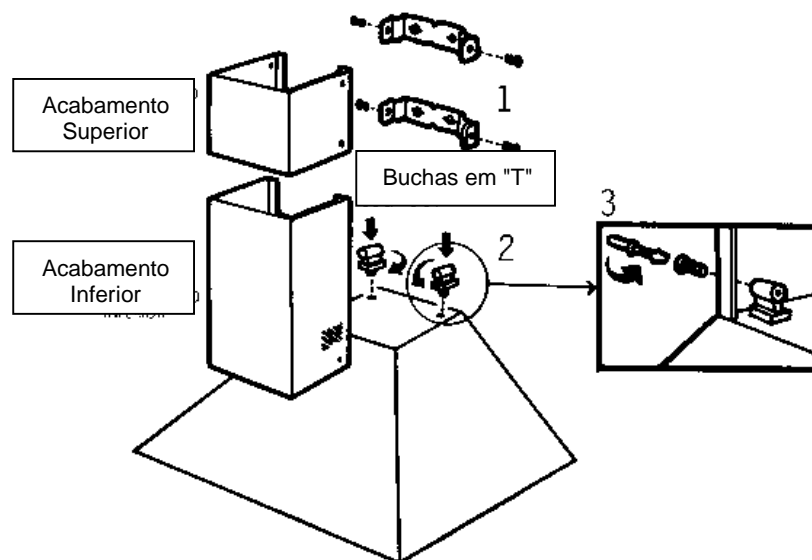

Figura 11
2. Remova os dois "T" plásticos que permitem a fixação dos dois parafusos que prendem o Acabamento Inferior na estrutura da Coifa (veja detalhe na Figura 11).